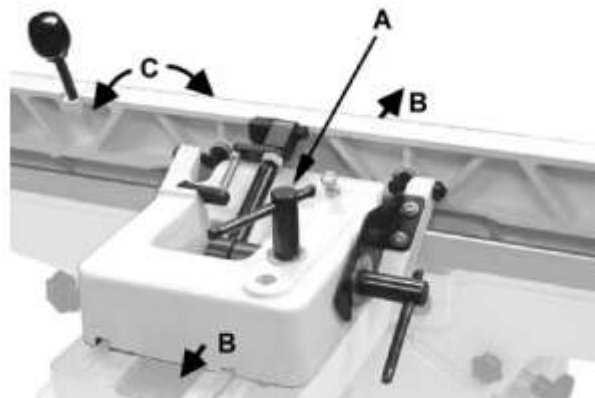

Рис. 18
Упор можно перемещать вперед или назад по всей ширине стола (B, рис. 18). Он также наклоняется вперед на 45 градусов и имеет фиксатор на 90 градусов.
1. Ослабьте фиксирующую рукоятку (A, рис. 18).
2. Установите упор (B, рис. 18) в нужное положение и затяните фиксирующую ручку.